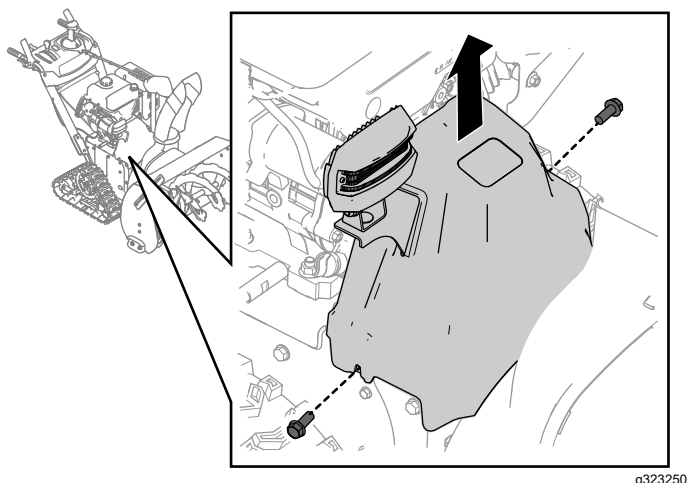

図 30
1. ベルトカバーを固定しているねじ2本を外す 図 30。
2. ベルトカバーを取り外す (図 30)。